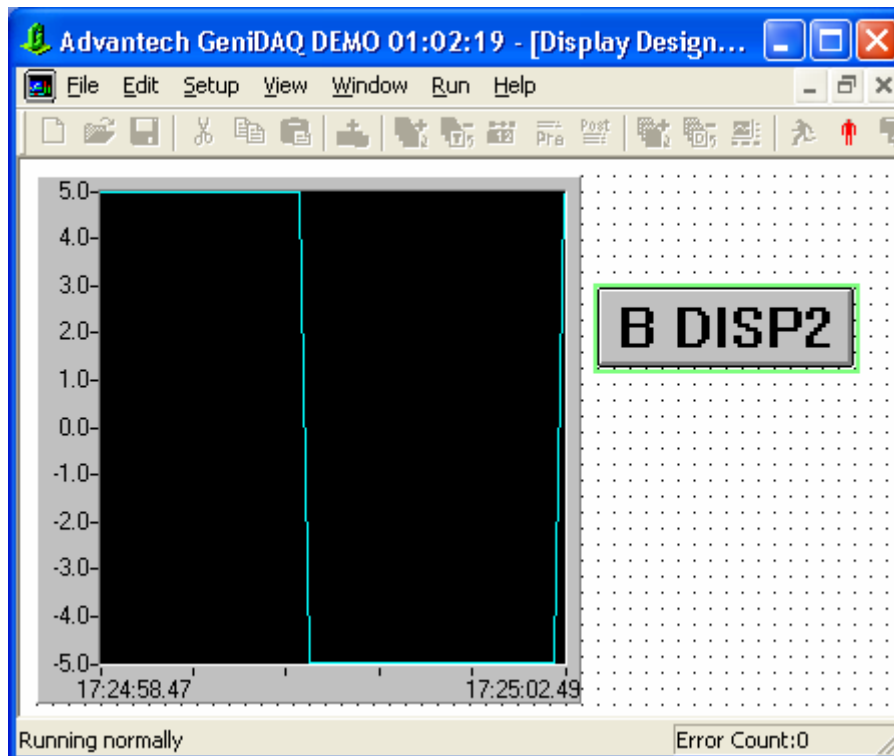
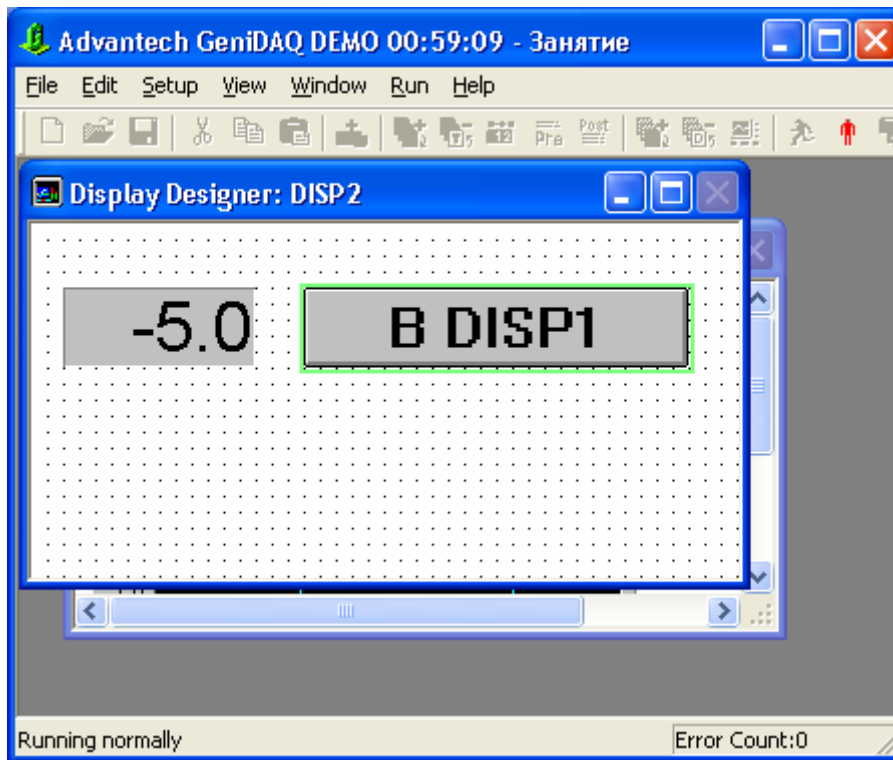

Рис. 4.26. Запуск проекта
Рис. 4.27. Работа проекта после переключения окна отображения
9. *Девятое действие.* После сохранения файлов созданного проекта имеется возможность немедленного запуска созданного проекта с помощью кнопки **Start** на панели инструментов (рис. 4.26). Для перехода в окно отображения **DISP2** в процессе работы приложения достаточно нажать кнопку меню **В DISP2**. Результат такого действия показан на рис. 4.27. Остановить работу проекта можно с помощью кнопки **Stop** на панели инструментов.